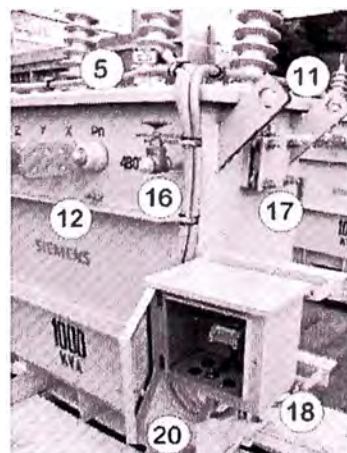

Figura 2.14
q) Válvulas para radiadores desmontables: No se requiere desocupar el aceite. Ver figura 2.14 indicado con 17
r) Caja de bornes para señales de control: Conecta los cables de los contactos. Ver figura 2.14 indicado con 18.